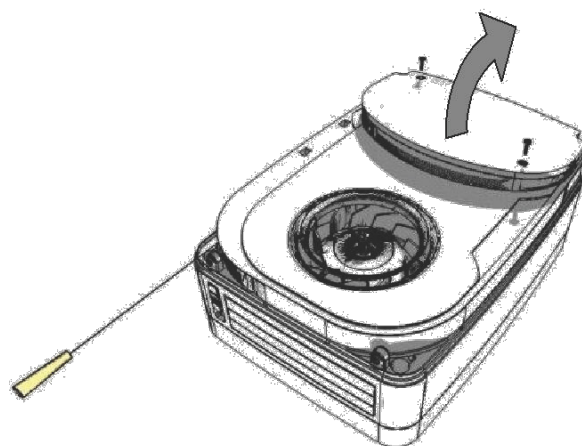

Fig.4
- 4) Retirez les 2 vis et détachez le couvercle électrique (Fig. 4).